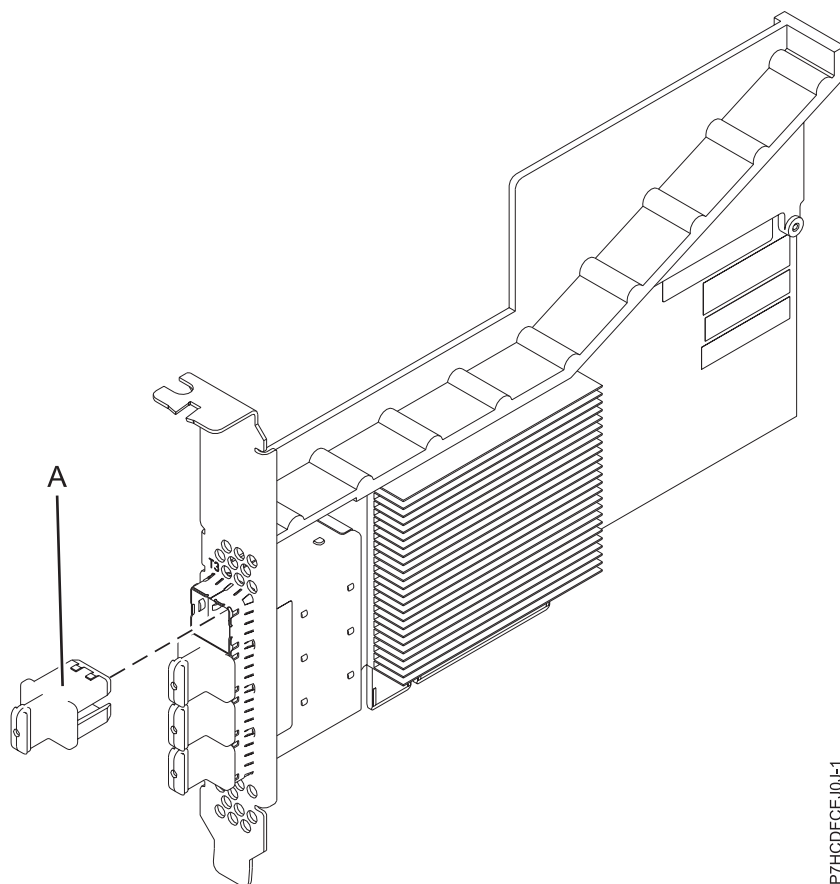

Figure 50. Carte PCIe3 SAS RAID de 6 Go LP à quatre ports
La carte PCIe3 SAS RAID quatre ports 6 Gb LP est une carte PCI Express (PCIe) SAS RAID de troisième génération, courte et à faible encombrement. Cette carte est destinée à des applications SAS (Serial Attached SCSI) hautes performances et haute densité. Elle prend en charge le raccordement de disque SAS et de bande magnétique SAS à l'aide de quatre connecteurs mini-SAS haute densité (HD) x4 qui permettent d'utiliser les liaisons physiques dans différentes configurations étroites et larges de ports. Le raccordement de bande magnétique n'est pris en charge qu'avec une configuration de carte unique et ne peut pas être combiné avec un disque SAS sur la même carte. L'adaptateur ne dispose pas d'un cache en écriture. La figure 50, à la page 141 illustre la carte PCIe3 SAS RAID quatre ports 6 Gb LP.
La figure 50, à la page 141 représente la carte. Le capuchon du connecteur **(A)** est installé dans un port vide et empêche que ce port ne soit endommagé lorsqu'un câble d'un connecteur de port adjacent est branché ou retiré.